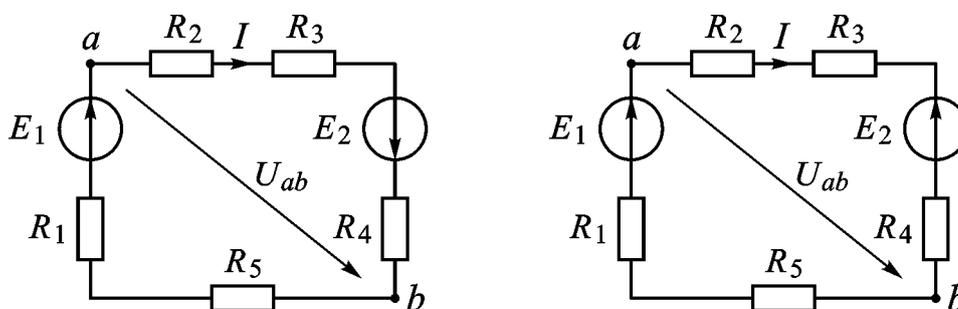

Рис. 3
2.1. Для схемы рис. 3, в соответствии с данными своего варианта, при согласном и встречном включении источников ЭДС E_1 и E_2 определить по закону Ома: ток I в цепи, напряжения U_{R_1}, U_{R_2}, \dots на элементах цепи, напряжение между точками $ab - U_{ab}$. Результаты расчета записать в таблицу 3. Проверить результаты по ЗНК для контура.
3.1. Собрать схему (рис. 3) согласного включения ЭДС E_1 и E_2 . Установить заданные значения элементов схемы $E_1, E_2, R_1 \dots R_5$.
3.2. Собрать схему (рис. 3) встречного включения ЭДС E_1 и E_2 . Измерить ток в цепи и напряжения на элементах. Результаты измерений записать в таблицу 3. Сравнить их с расчетными значениями.